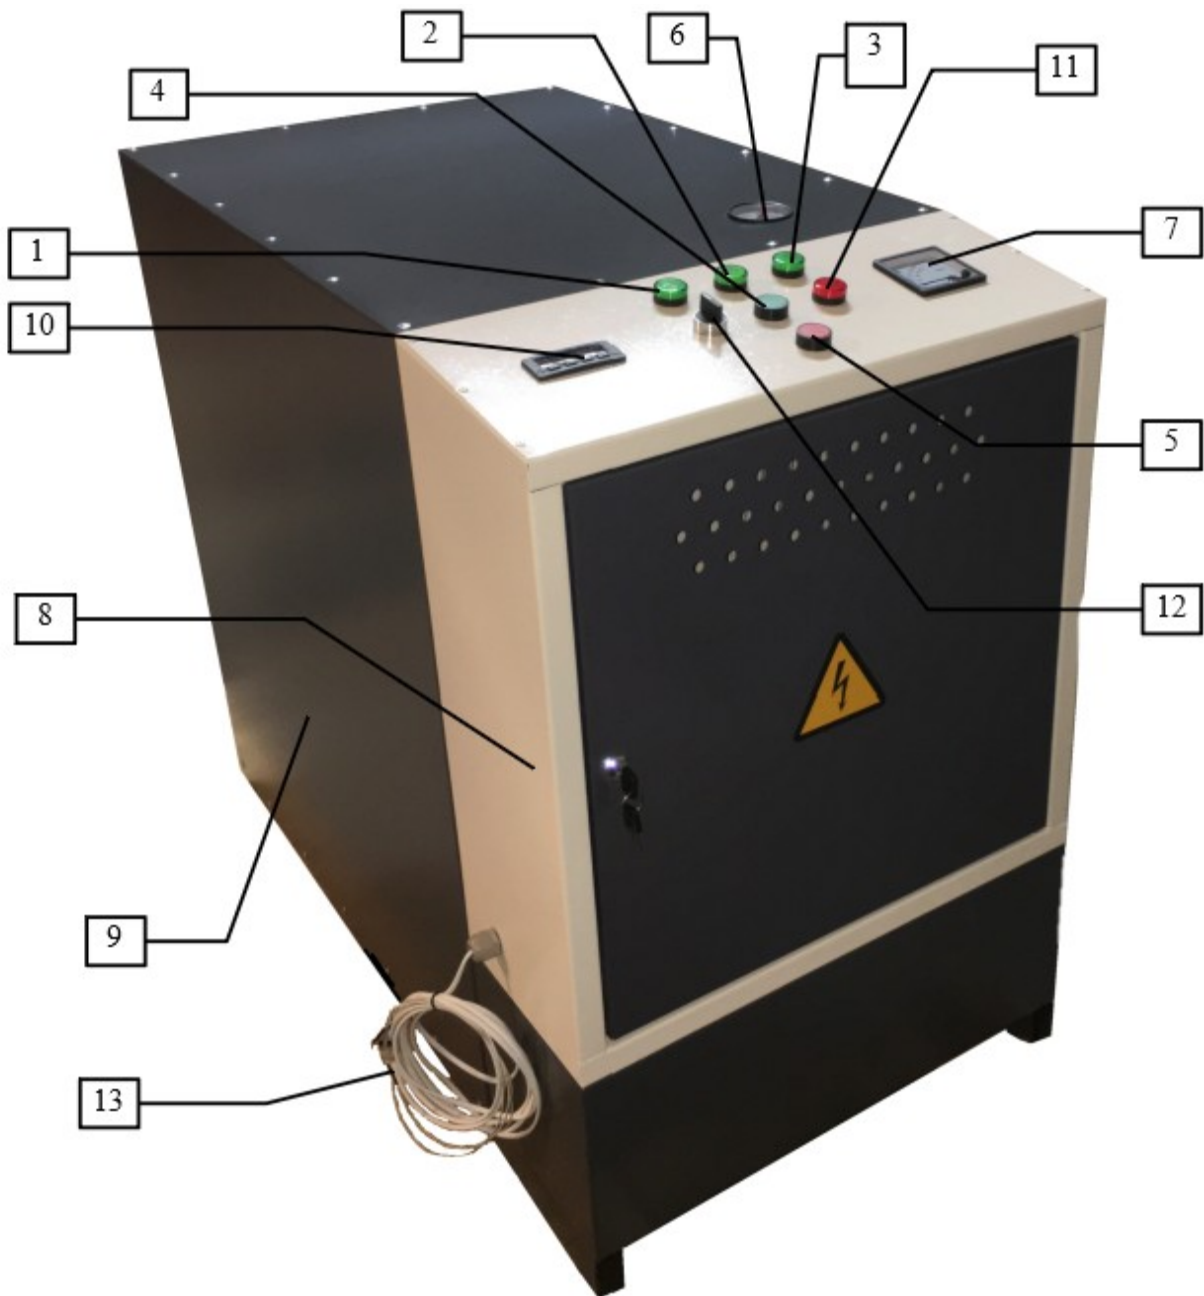

Рисунок 1-Общий вид парогенератора
2.1.1. Парогенератор (рис. 1, 2) включает в себя следующие основные составные части: рама, котел, электрооборудование, электронасос.